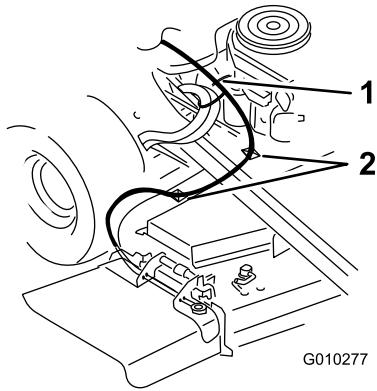
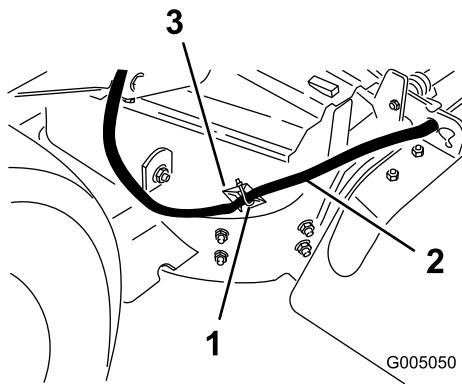

Figure 9
Figure 10
2. Attachez les câbles au moteur et au tablier de coupe avec des serre-câbles en plastique et des supports adhésifs (Figure 9 et Figure 10).